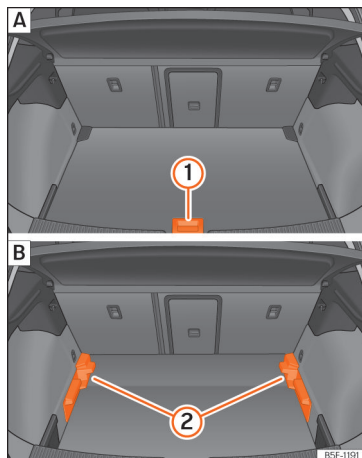

Fig. 182 Piso variável da bagageira: A posição alta; B posição baixa.
- Para passar da posição baixa para a alta, levante o piso pela pega »» Fig. 182 ①, puxe-o para trás até que a parte dianteira do piso baixe totalmente os suportes ②.
- Desloque o piso sobre estes para a frente até que chegue ao limite no encosto dos bancos traseiros e, de seguida, baixe o piso com a pega ①.
- Para passar da posição alta para a baixa, levante o piso pela pega »» Fig. 182 ①, puxe-o para trás até que a parte dianteira do piso baixe totalmente os suportes ②.
- Deixe cair a parte anterior contra o piso e empurre o piso para a frente até que atinja o limite no encosto dos bancos traseiros, baixando ao mesmo tempo o piso com a pega ①.
- Com o piso variável na posição alta, levante pela pega »» Fig. 182 ①, puxe-o e empurre para o encosto dos bancos traseiros até que o piso dobre pela linha da dobradiça e a parte móvel do piso assente sobre o mesmo.